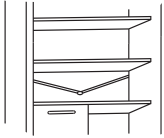

Fig.12
- Conserve limpio el conducto de drenaje del agua (fig. 12) de la parte frigorífico, para evitar la presencia de agua en su interior.